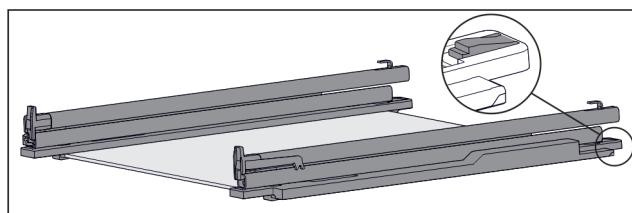

Fig. 116 Sklenená doska s koľajničkami a prídržnými dielmi
- Potlačte prídržný diel vzadu nadol (pozri Fig. 116) a súčasne posuňte koľajničku dozadu.